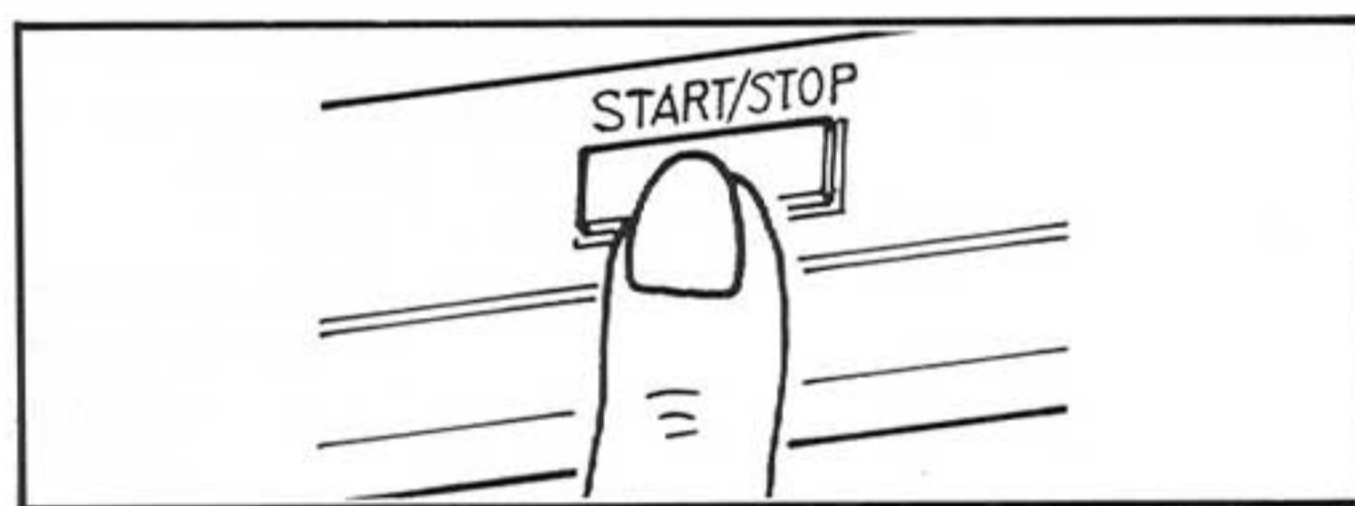

Fig. 21 Abb. 21
5. Press the START/STOP switch gently, the turntable starts to rotate, (upon reaching optimum rpm, the QUARTZ LOCK indicator lights) the tonearm will automatically lead-in and start to play. (Fig. 21)
5. Drücken Sie den Start/Stop-Schalter (START/STOP), der Plattenteller beginnt sich dann zu drehen. (Beim Erreichen der optimalen Umdrehungsgeschwindigkeit leuchtet die Anzeige für Quarzverriegelung (QUARTZ LOCK) auf.) Der Tonarm senkt sich automatisch in die Einlaufrille und beginnt mit der Wiedergabe. (Abb. 21)
5. Enfoncer doucement le commutateur START/STOP, le plateau commencera à tourner, (lorsque le plateau atteindra sa vitesse optimum de rotation, l'indicateur QUARTZ LOCK s'allumera) le bras de lecture se mettra en place et la lecture commencera. (Fig. 21)